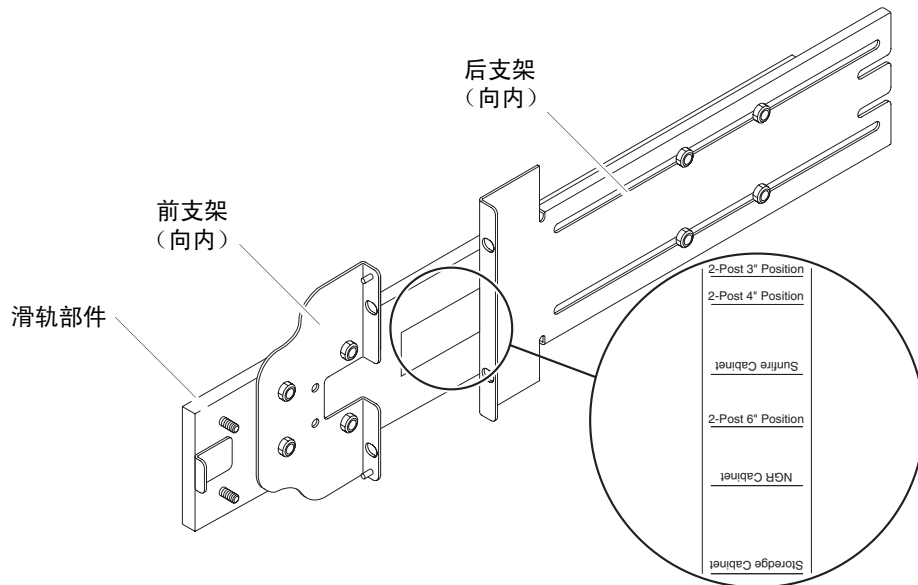

图 1-2 导轨部件（经调整后适于双柱机架安装）
对于双柱机架安装，您可以拆开导轨部件，然后重新组装（图 1-2）。导轨部件可以进行调整，以符合柱深在 3 英寸（7.5 厘米）到 6 英寸（15.0 厘米）范围内的 19 英寸双柱机架。
3. 旋转前支架 180 度，使其朝向内侧，然后重新固定（图 1-2）。
5. 旋转后支架 180 度，使其朝向内侧（图 1-2）。